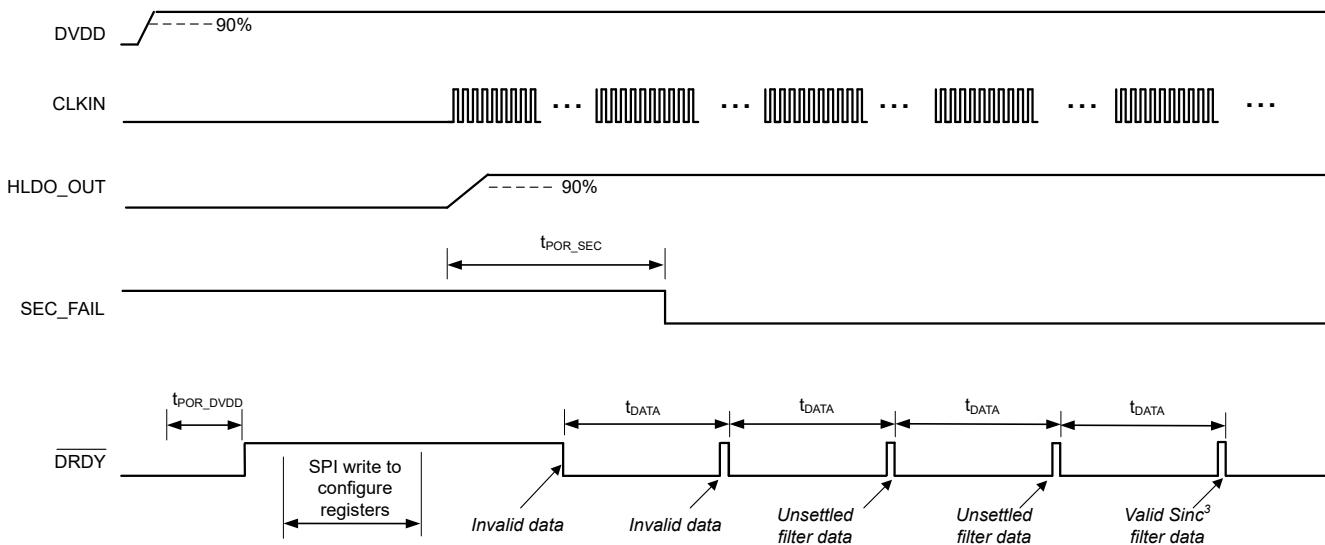
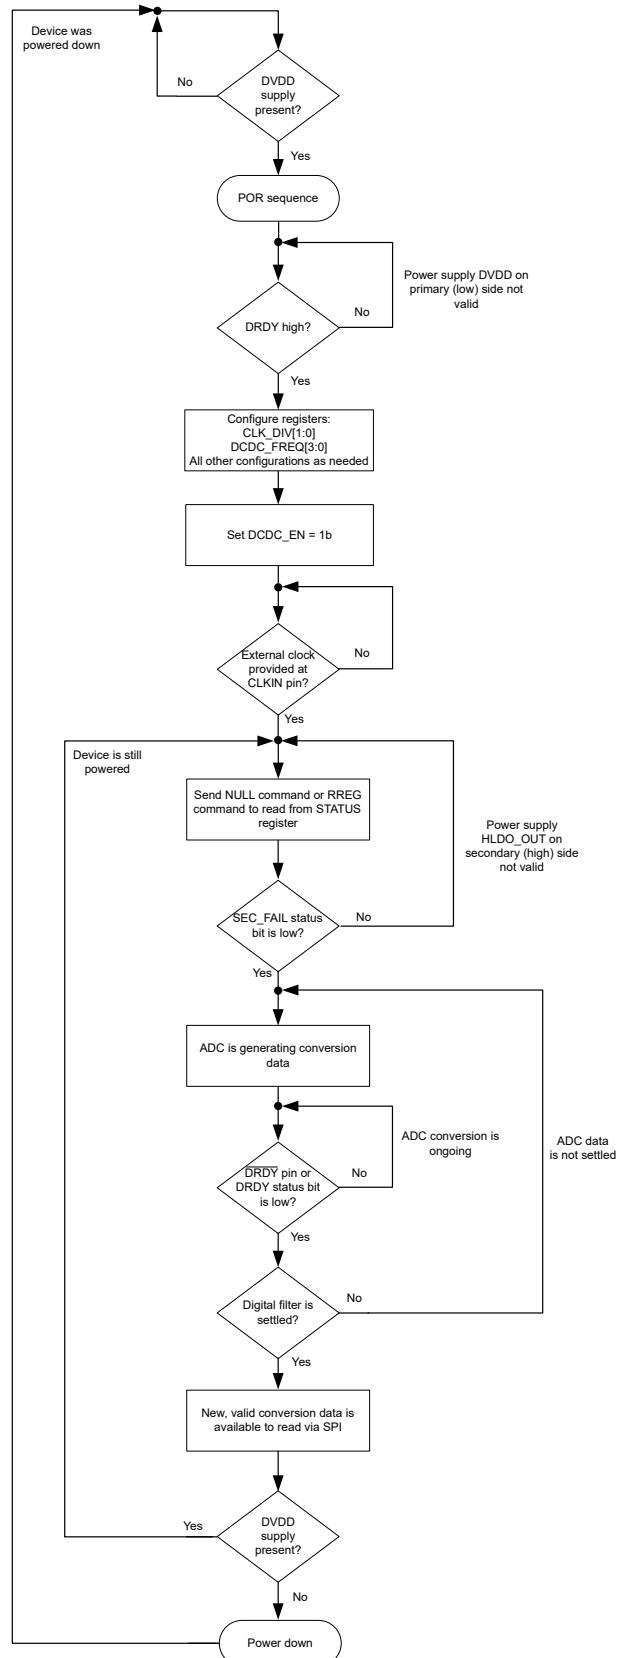

图 8-18. 上电启动行为和稳定时间， $\text{OSR} = 1024$
图 8-19. 上电启动过程的流程图
本节介绍了 AMC131M03-Q1 上电的推荐步骤。图 8-18 所示为使用此建议序列时器件行为的时序图。图 8-19 以图形方式提供了建议序列的流程图。
- $\overline{\text{DRDY}}$  从高电平转换到低电平表示新的转换数据可用。如图 8-18 所示，只有  $\text{SEC\_FAIL}$  在转换期间读取为 0b 时，ADC 数据才有效。图 8-18 中显示的前两个转换结果表示无效数据。
- 当 ADC 生成有效数据时，数字滤波器必须稳定，如  $\text{SINC}^3$  和  $\text{SINC}^3 + \text{SINC}^1$  滤波器部分所述。图 8-18 中展示的两个后续转换结果是未稳定的结果（假设 OSR 等于 1024），而显示的最后一个转换结果提供了有效的稳定数据。
在图 8-18 中， $t_{\text{POR\_SEC}}$  是从启用直流/直流转换器到  $\text{SEC\_FAIL}$  位的第一个下降沿的时间，其中后者表示  $\text{HLDI\_OUT}$  引脚上的次级电源已稳定。 $t_{\text{POR\_DVDD}}$  是从  $\text{DVDD}$  电源 90% 到  $\overline{\text{DRDY}}$  第一个上升沿的时间。